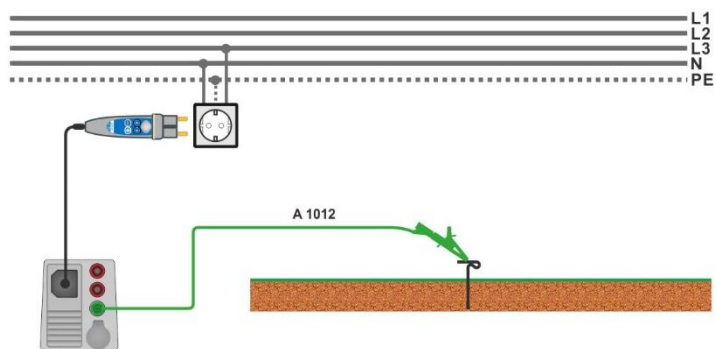

Figura 7.39: Conexión para medición de Uc(P)
- › Conecte las puntas de prueba al borne P/S y el punto externo puesto a tierra (opcional), vea la **Figura 7.39**.